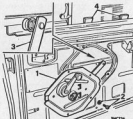

Abb. 3
- Glas um ca. die Hälfte mittels Fensterkurbel anheben (Abb. 3) und mit einem Holzkeil in dieser Stellung festigen während die Fensterkurbel ausgebaut wird.
- Die Fensterkurbel-Sicherungsschrauben abnehmen, Einseitig einen von der Tür abhebeln und beachten, daß der Ausschnitt innerhalb des Türblechs sitzt (Abb. 3).
b. Gewährleisten, daß der Ausschnitt an der Kurbel richtig einrückt (Abb. 3).
Kante eingehoben ist. Glas in halber Höhe verankern (Abb. 3).
- Dichtmasse um die Kurbelöffnung in Türblech auftragen, Kurbel in den Kanal am Türglas einrücken und Kurbel sichern, siehe Abb. 3.